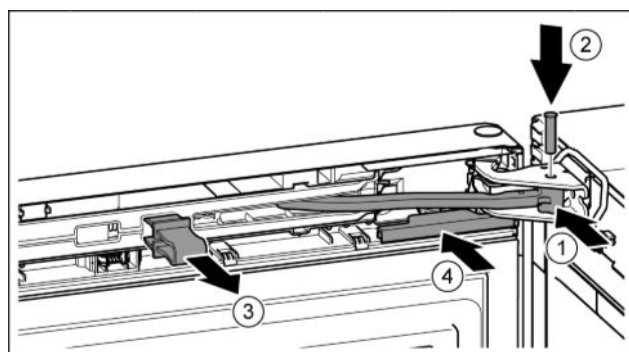

Fig. 47
- Повернуть шарнир в опорном кронштейне. Fig. 47 (1)
- Вставить палец в опорный кронштейн и шарнир. При этом следить за тем, чтобы выступ фиксатора занимал правильное положение в пазу. Fig. 47 (2)
- Снять предохранитель. Fig. 47 (3)
- Надвинуть крышку. Fig. 47 (4)